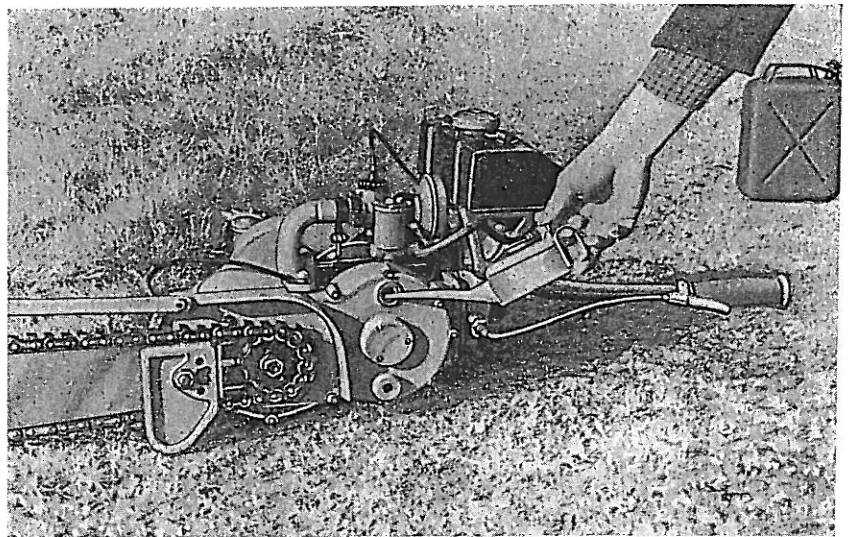

Abb. 12 Auffüllen von Getriebeöl
Das Auffüllen von Getriebeöl G 15 in das Getriebegehäuse erfolgt nach Abnahme der Verschlussschraube (19) (siehe Abb. 12).